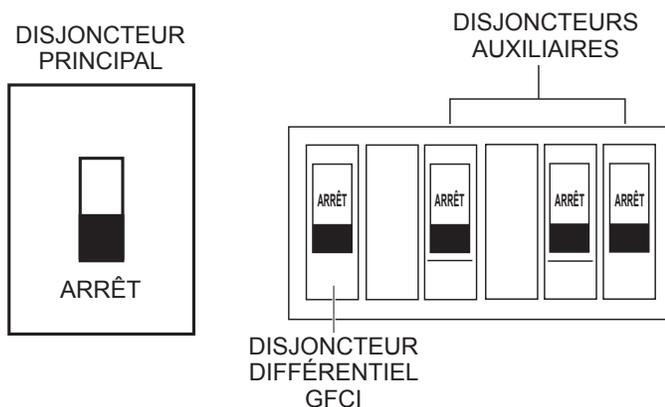

Figure 24. Disjoncteurs (Arrêt) Princ. Aux. et GFCI
1. Placer les disjoncteurs **principal**, **G.F.C.I.** et **aux.** (Figure 24) dans la position d'arrêt **OFF** avant de démarrer le moteur.